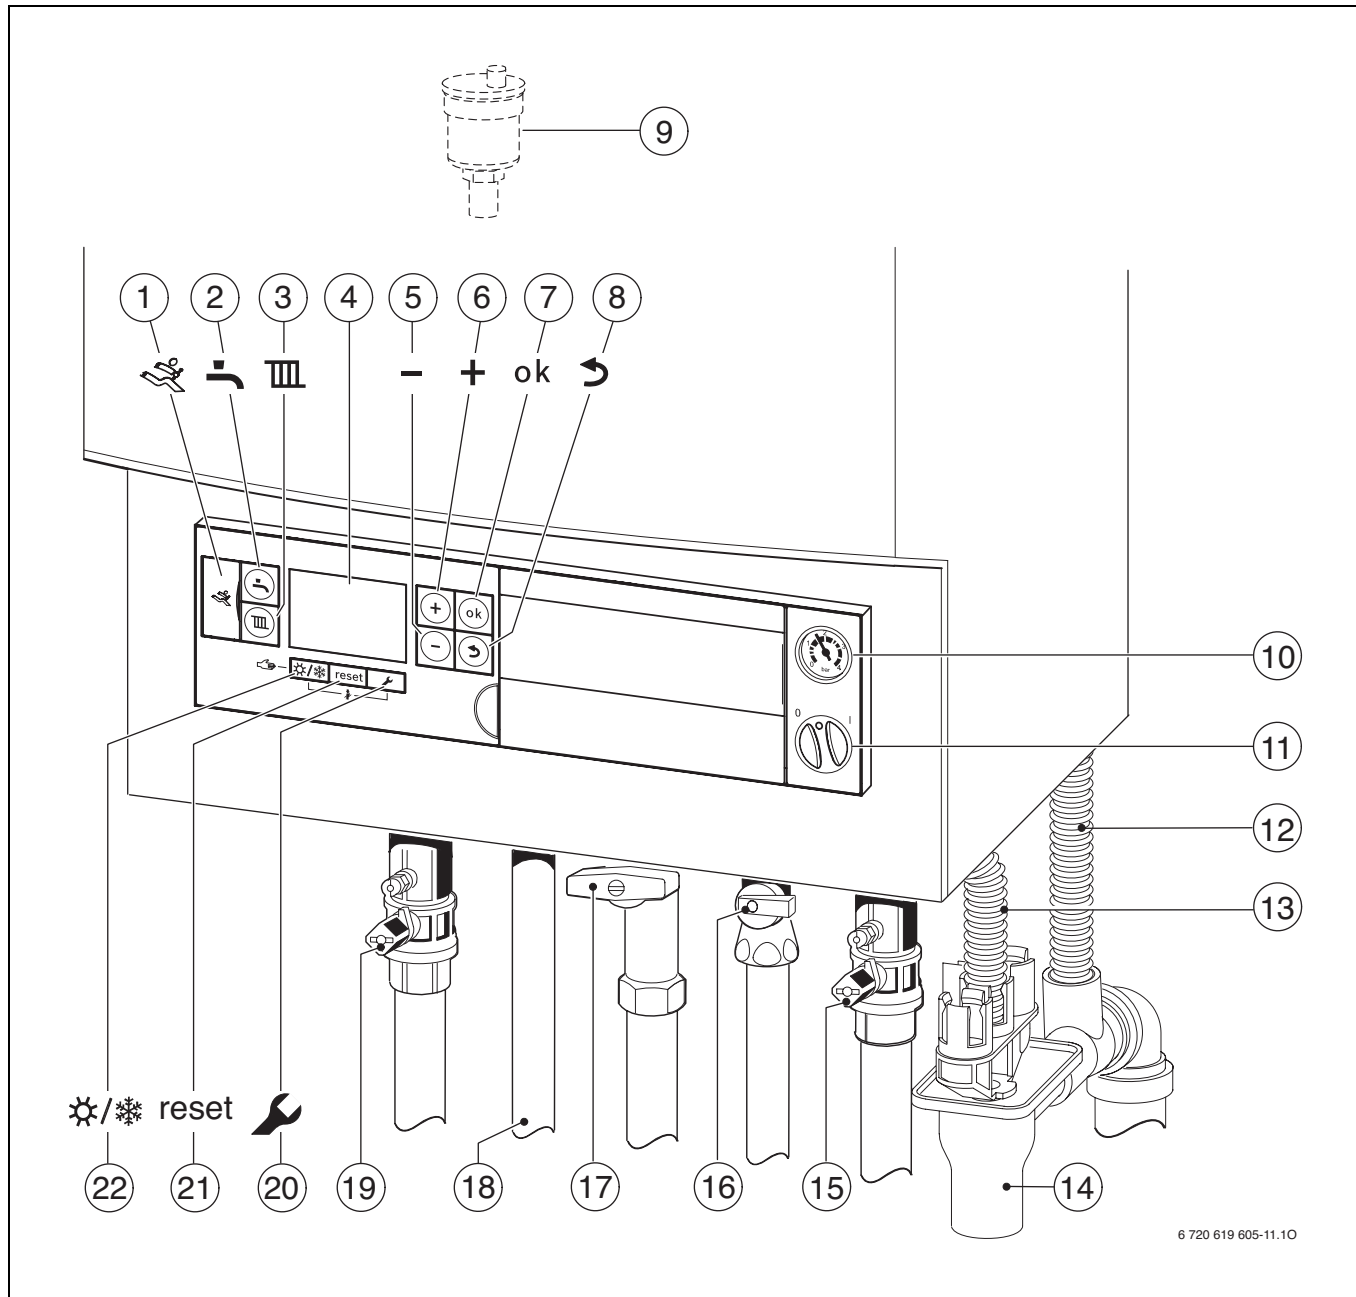

Bild 23
- Heizungsvorlaufhahn und Heizungsrücklaufhahn öffnen (→ Bild 23, [15] und [19], Seite 26).
- Bei GB172-24K: Kaltwasserhahn öffnen (→ Bild 23, [16]).
- Gashahn öffnen (→ Bild 23, [17]).
- Automatischen Entlüfter öffnen (offen lassen) (→ Bild 23, [9], Seite 26).